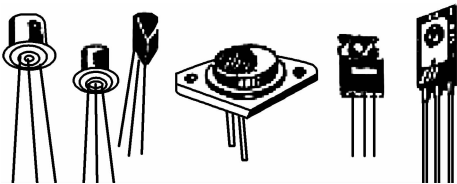

图 1-1-19 常见三极管外形
(1) 三极管外形、结构、符号和分类
① 三极管外形: 半导体三极管亦称双极型晶体三极管,简称晶体管。功率不同的三极管体积和封装形式也不一样,近年来生产的小、中功率管多采用硅酮塑料封装;大功率管多采用金属封装,且其外壳和散热器连成一体便于散热。常见的三极管外形如图 1-1-19 所示。